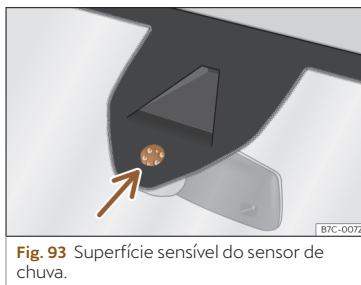

Fig. 93 Superfície sensível do sensor de chuva.
As possíveis causas de anomalias e interpretações errôneas na zona da superfície sensível » » **Fig. 93** do sensor de chuva são, entre outras:
- Limpe regularmente a superfície sensível do sensor de chuva»» Fig. 93 (seta) e verifique possíveis danos nas escovas.